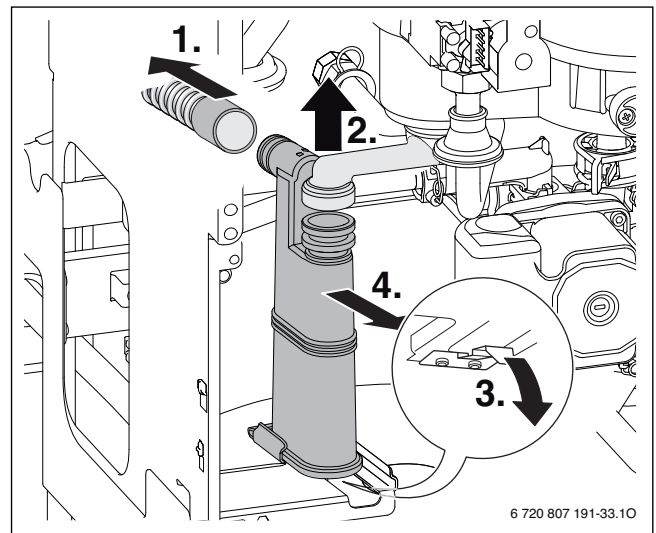

Bild 269
- ▶ Kondensatsiphon ausbauen (→ Bild 269) und geeignetes Gefäß unterstellen.